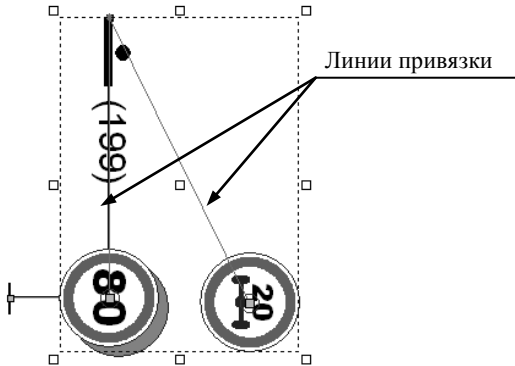

Рис. 8.14
- Выберите щиток и линию выноски (рис. 8.14) объекта расположения знака. Последовательность выбора объектов не важна. Если знак состоит из нескольких щитков, с клавишей *<Shift>* выберите остальные щитки.
При наличии в составе знака нескольких щитков, расположенных со смещением, будет создано соответствующее число линий привязки (рис. 8.14).